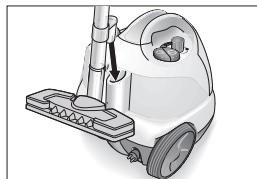

Fig. 9: Posición de estacionamiento
- Si se interrumpe brevemente la limpieza, puede colocar el tubo de prolongación, con la boquilla montada, en la posición de estacionamiento (véase la fig. 9).